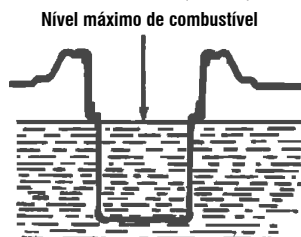

Fig. 11 – Nível máximo de combustível
- d. Nunca exceda a capacidade do tanque (fig. 11);